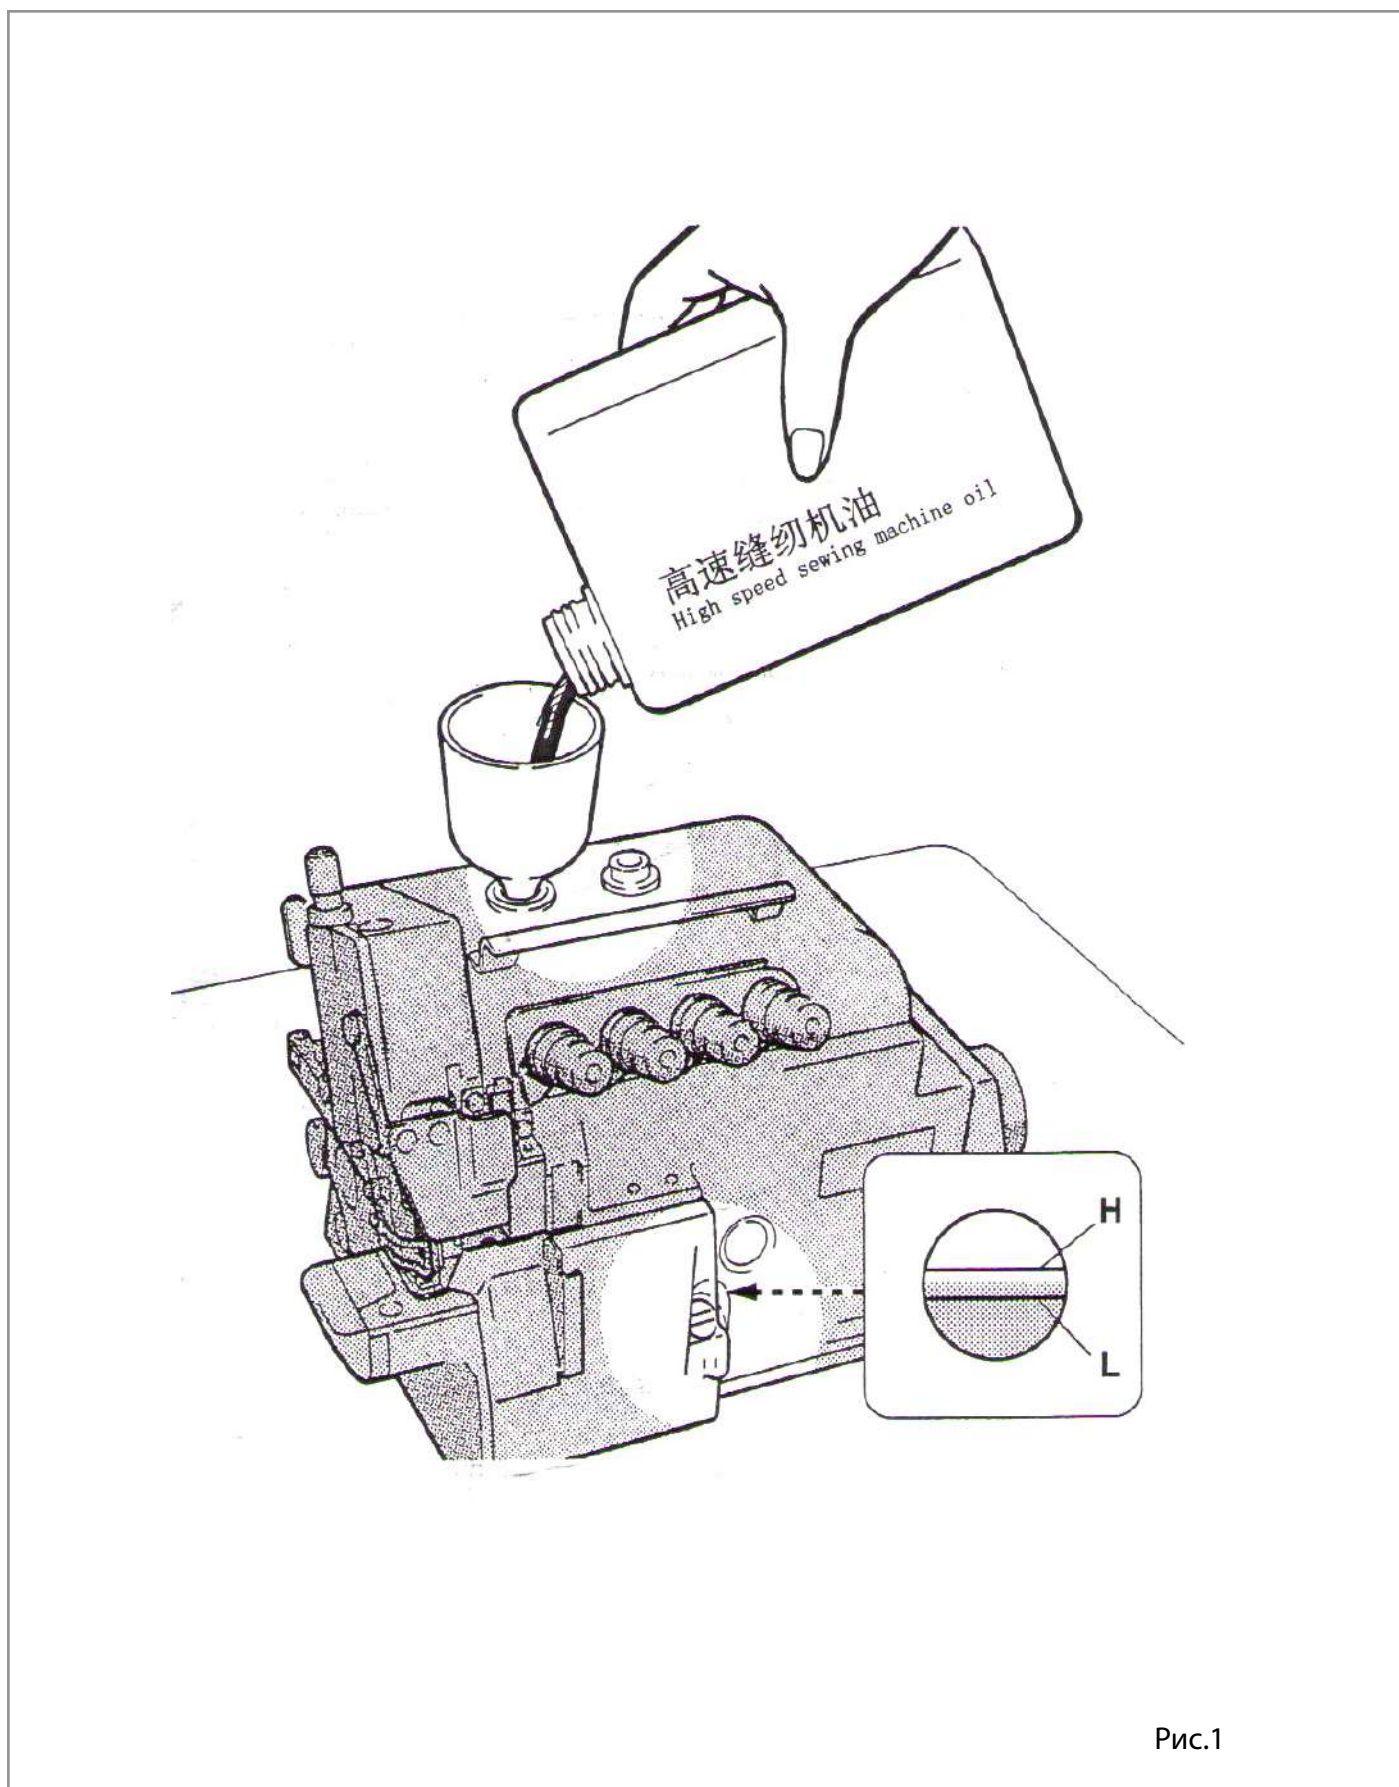

Рис.1
После заполнения машины маслом, уровень масла должен находиться между отметками (H) и (L). Добавляйте масло, когда масляной уровень достигает или меньше отметки (L) (см. рис.1).